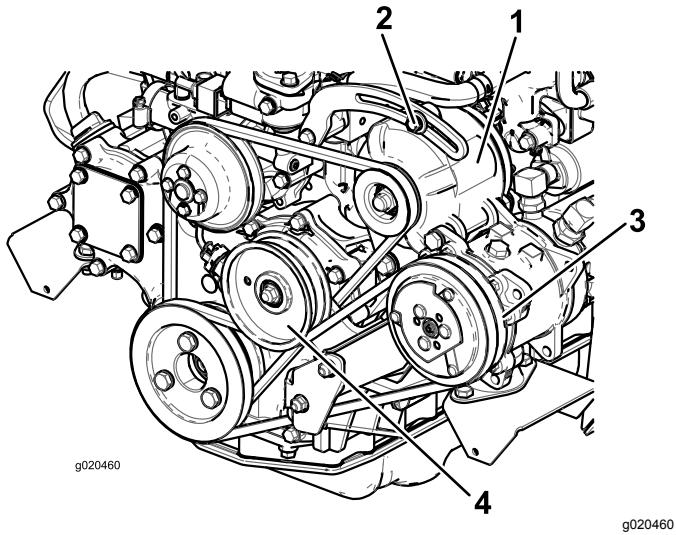

Figura 100
Si la desviación no es de 10 mm, afloje los pernos de montaje del alternador (Figura 100).
2. Si la desviación no es de 10 mm, afloje el perno de montaje de la polea tensora (Figura 100). Aumente o reduzca la tensión de la correa del compresor y apriete el perno. Verifique de nuevo la desviación de la correa para asegurarse de que la tensión es la correcta.
Compruebe la condición y la tensión de la correa (Figura 100) cada 100 horas de operación.